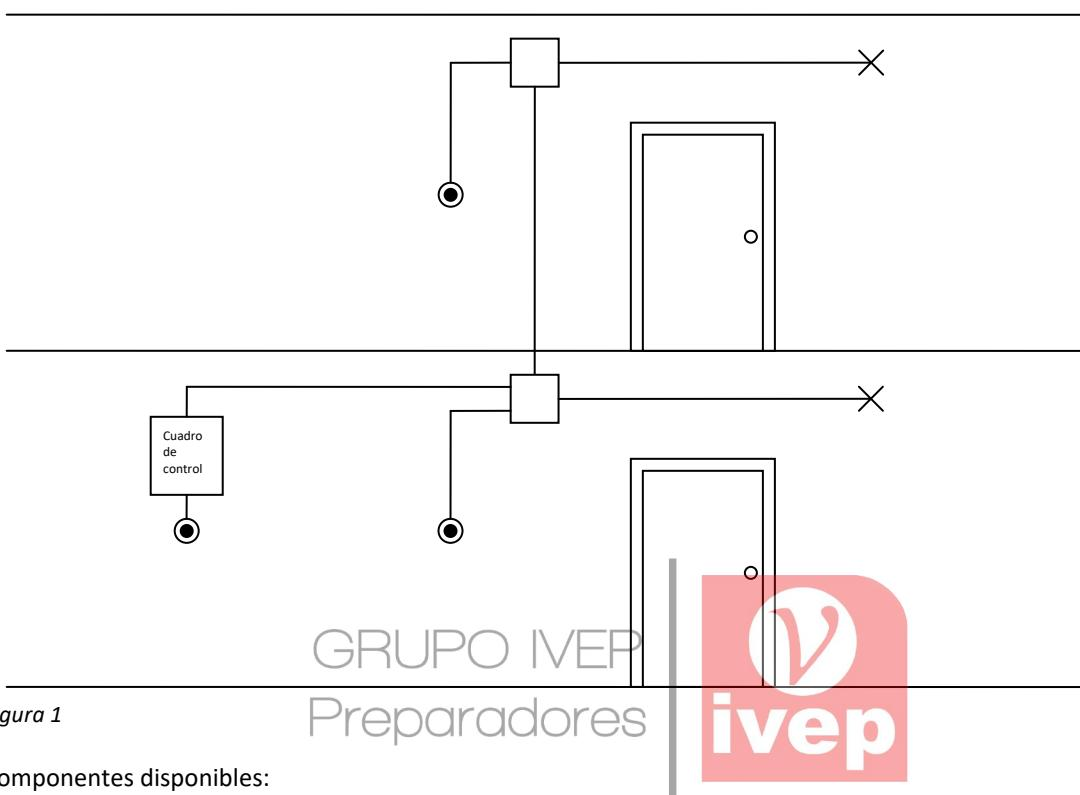

Figura 1
Para la iluminación de la escalera de dos plantas de la *figura 1* se desea realizar la instalación que se detalla a continuación.
- b) Representar la instalación mediante un esquema unifilar en el que se indique la cantidad de hilos que se alojarán en las canalizaciones representadas en la *figura 1*. (20%)